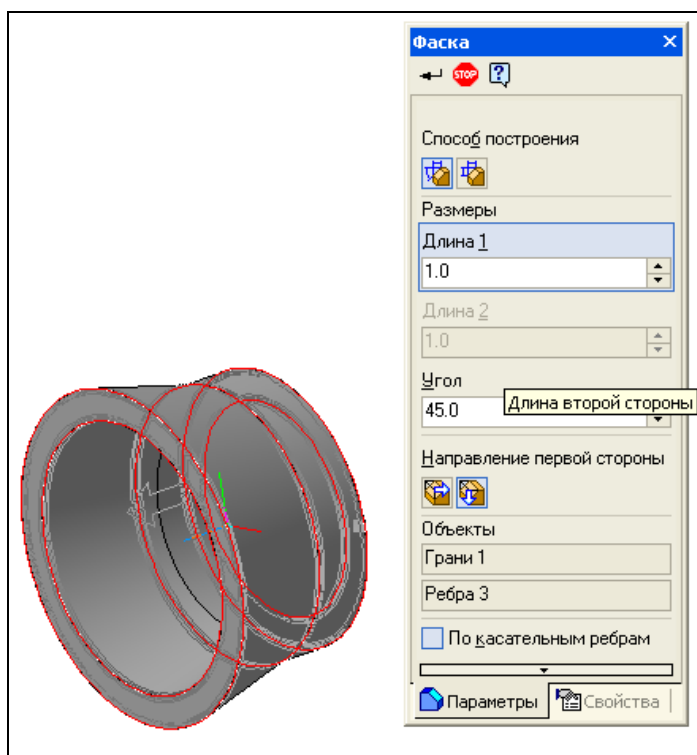

Рис. 17.40. Модель с Панелью свойств: Фаска
- ◆ на панели инструментов **Редактирование детали** щелкните ЛК по кнопке **Фаска** . Если она не видна, то выберите ее из выпадающего меню кнопки **Скругление** . Панель свойств: Фаска после вызова команды показана на рис. 17.40. Она имеет две вкладки: **Параметры** и **Свойства**. Элементы управления вкладки **Параметры** рассмотрены в табл. 17.5. Обратите на способы построения фаски: они точно такие же, как и при двумерном проектировании;